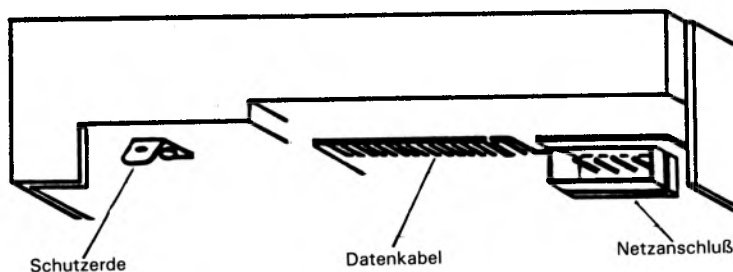

Abbildung 3
- 5** Installieren Sie das Diskettenlaufwerk, wie es in Ihrem Benutzerhandbuch beschrieben ist, schließen Sie die Kabel entsprechend Abbildung 3 an.
- 6** Schließen Sie Schutzerde, Datenkabel und Netzkabel entsprechend Abbildung 3 an.